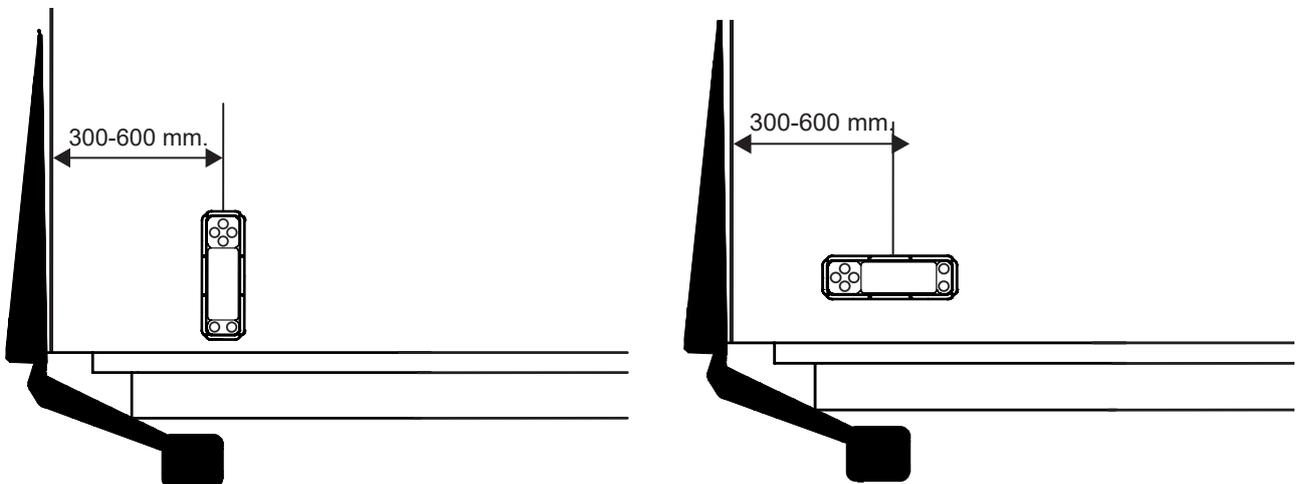

Abbildung 44. Montage der Bedieneinrichtung
5. Die Bedieneinrichtung anschließend am Schrank montieren. Siehe Abbildung 44